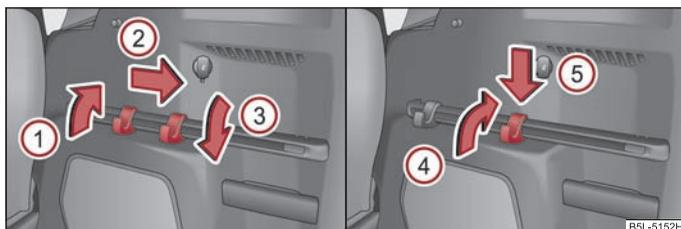

Fig. 72 Bagagliaio: binario di fissaggio con ganci mobili / smontare i ganci
Su entrambi i lati del bagagliaio sono previste un binario di fissaggio con due ganci ripiegabili per agganciare oggetti piccoli, ad es. borse, ecc. ⇒ fig. 72. Su ogni gancio è possibile appendere un bagaglio del peso massimo di 7,5 kg.
- Sollevare il gancio nel senso della freccia ① ⇒ fig. 72 fino ad ottenere un angolo di ca. 45°.
- Spostare il gancio nel senso della freccia ② ⇒ fig. 72 nella posizione desiderata ed abbassare il gancio fino all'arresto nel senso della freccia ③.
- Sollevare i ganci sui binari di fissaggio nel senso della freccia (1) ⇒ pag. 75, fig. 72.
- Abbassare i ganci nel senso della freccia (3) fino all'arresto ⇒ pag. 75, fig. 72.